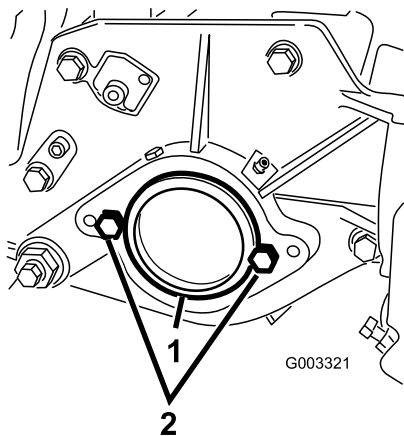

图7
- 在滚刀组右侧，从轴承座中取下塑料盖(图7)。
- 从右侧板卸下 2 个平头螺丝(图7)。
2. 平头螺丝 (2)
- 将 2 个滚刀马达安装平头螺丝，宽松地安装至滚刀组左侧板(图7)。